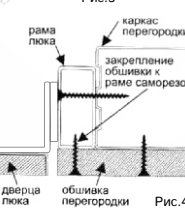

Рис. 4
**Монтаж в перегородки из листовых материалов** (гипсокартон, гипсоволоконная панель и т.д.) (Рис. 4).